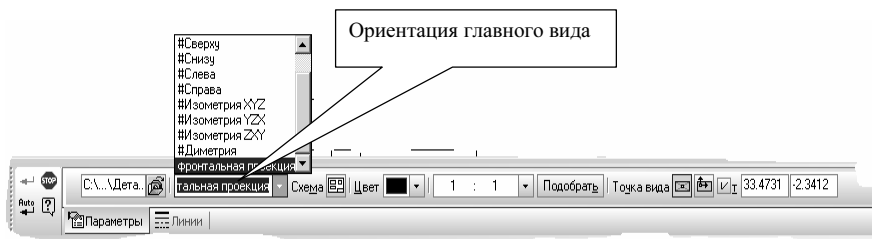

Рис. 42. Установка главного вида на чертеже
3. Используем команду Вставка >> Вид с модели >> Стандартный. В Панели свойств выберем в строке «Ориентация главного вида» тот вид, который сохранили, например «Фронтальная проекция». Относительно главного вида формируются в проекционной связи остальные два (три квадратика рядом с курсором) (рис. 42).